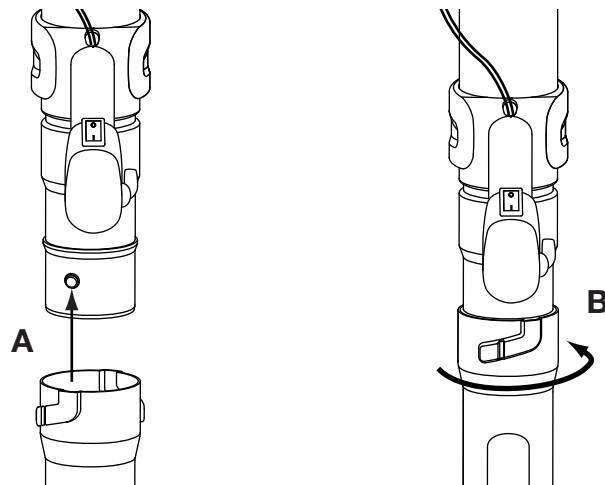

Fig. 3
1. Aligner l'encoche sur l'extrémité du tube de soufflage inférieur avec la bosse sur l'extrémité inférieure du tube de soufflage supérieur (Fig. 3, A).
2. Insérer la bosse sur le tube de soufflage supérieur dans l'encoche sur le tube de soufflage inférieur (Fig. 3, A).
3. Pivoter le tube de soufflage inférieur dans le sens des aiguilles d'une montre autour du tube de soufflage supérieur jusqu'à ce que la bosse du tube de soufflage supérieur se verrouille en place (Fig. 3, B).